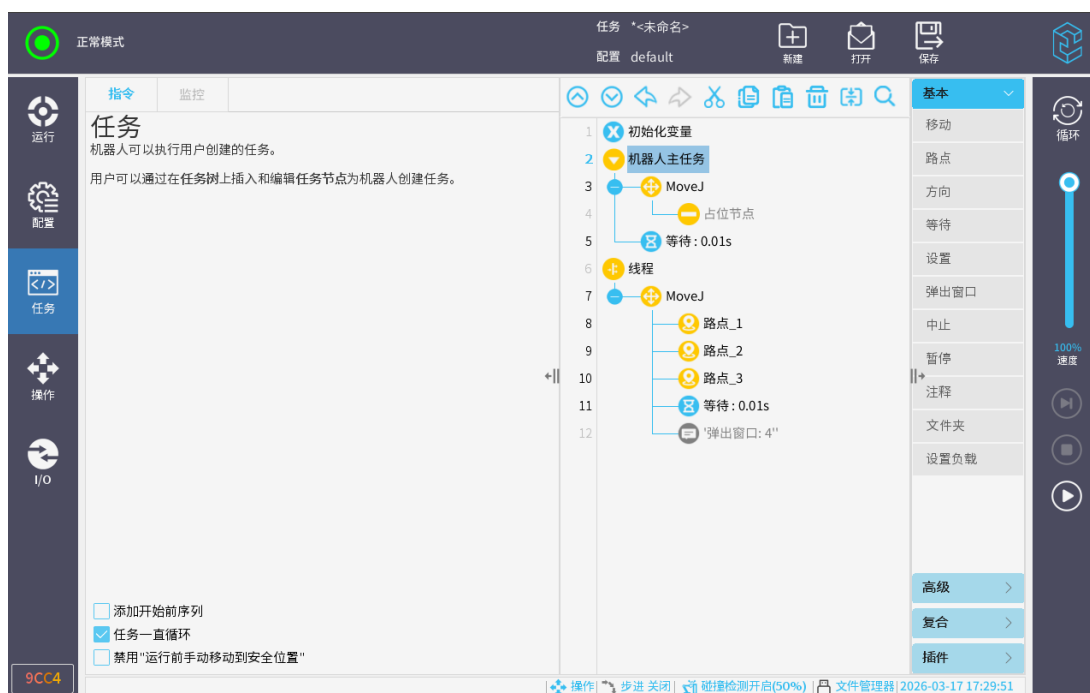

图 3-157: 断点
- 选中这类节点，则节点的行号为淡蓝色，如图 3-157 中的行号「6」所示；
- 未选中这类节点，则节点的行号为淡灰色，如图 3-157 的行号「4」所示。